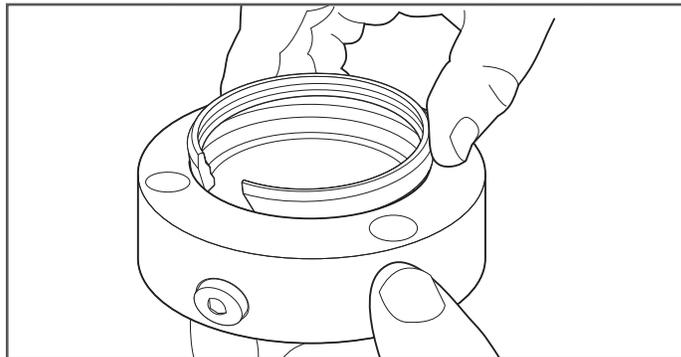

Figura 9-7
7. Inserte el cierre del revestimiento en la sección media del acoplamiento DoubleTrac®. (Figura 9-7)